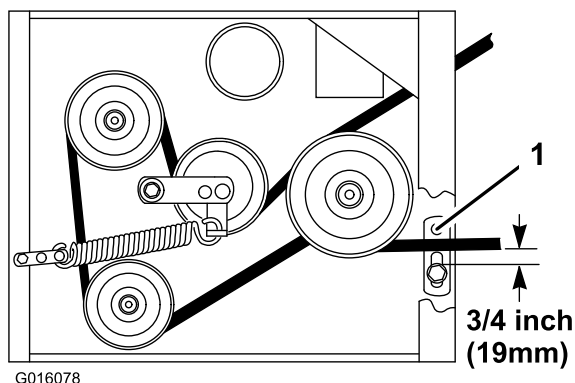

Figura 10
8. Compruebe que la guía de la correa, situada debajo del bastidor del motor, está ajustada correctamente (Figura 10).
Nota: Cuando la correa de la segadora está engranada, asegúrese de que la distancia entre la guía de la correa y la correa de la segadora es de 19 mm (Figura 10). Ajuste la guía de la correa de la segadora si es necesario. La correa no debe rozar ni salirse de la polea si las guías están correctamente ajustadas.